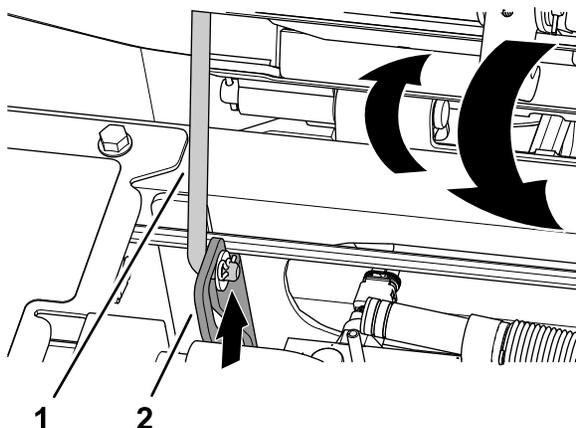

Figura 102
1. Fate ruotare leggermente il sedile e sollevate l'asta di sostegno estraendola dall'intaccatura dell'asola di supporto del sedile (Figura 102).